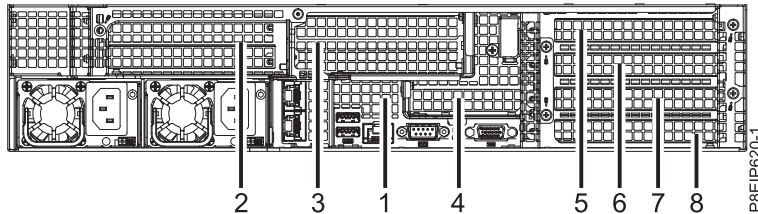

Figure 26. Position des cartes 8001-22C
2. Une carte GPU peut partager une carte mezzanine PCIe avec d'autres cartes. Les unités de traitement graphique peuvent être dans les positions 3 et 5. Voir la figure 26.